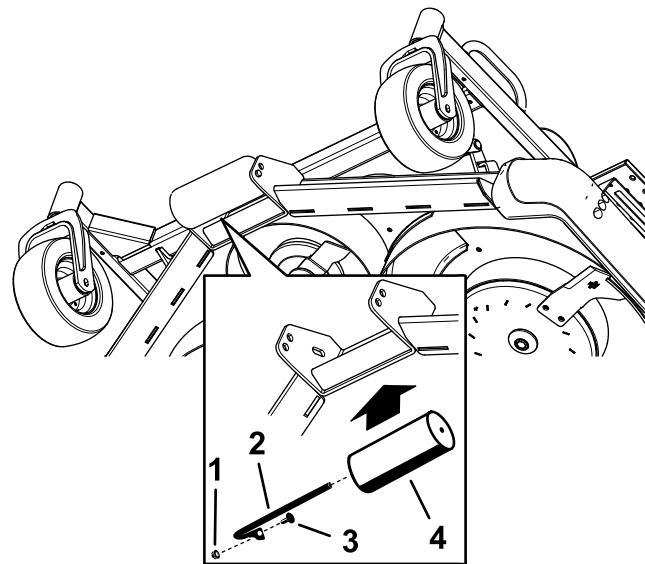

Figure 31
- 5. Placez le galet en face des trous appropriés et fixez l'axe avec le boulon et l'écrou (Figure 31).